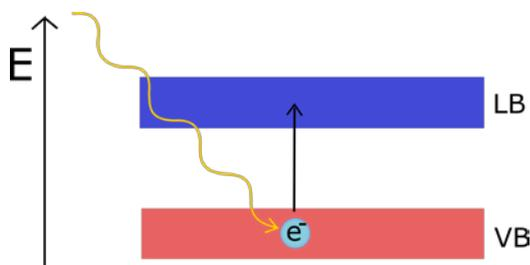

Abb.2
2. Beschreiben Sie mithilfe von Abb. 2 + 3 und unter Bezug auf das Bändermodell, welche Prozesse im Titandioxid-Feststoffgitter bei Bestrahlung mit UV-Licht ablaufen.